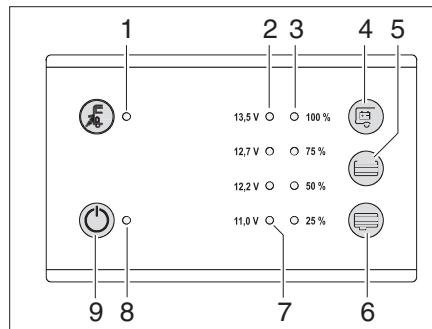

Fig. 78 Pannello di controllo LT 100
Il livello di riempimento del serbatoio dell'acqua può essere richiamato con il pulsante sensibile al tocco (Fig. 78,4).
- Toccare il pulsante sensibile al tocco (Fig. 78,5): il livello del serbatoio dell'acqua viene segnalato in quattro livelli dai LED (Fig. 78,3) (25 % ... 100 %).
Il livello di riempimento del serbatoio delle acque grigie può essere richiamato con il pulsante sensibile al tocco (Fig. 78,6).
- Toccare il pulsante sensibile al tocco (Fig. 78,6): il livello di riempimento del serbatoio delle acque grigie viene segnalato in quattro livelli dai LED (Fig. 78,3) (25 % ... 100 %).
Con il pulsante sensibile al tocco (Fig. 78,4) si può visualizzare il valore della tensione della batteria dell'abitacolo.
I LED di controllo (Fig. 78,2) indicano la tensione della batteria.
- LED rosso di avviso (Fig. 78,7) acceso: tensione della batteria maggiore di 11,0 V
Il LED rosso di avvertimento (Fig. 78,1) si illumina non appena la tensione della batteria dell'abitacolo scende al di sotto di 11 V (misurazione durante il normale esercizio) con conseguente rischio che la batteria si scarichi troppo.
L'interruttore principale a 12 V (Fig. 78,9) inserisce o disinserisce il pannello di controllo e l'alimentazione a 12 V dell'abitacolo.
*Accensione:* ■ Premere in alto l'interruttore a bilico (Fig. 78,9) "On": L'alimentazione a 12 V dell'abitacolo è inserita. La spia di controllo (Fig. 78,8) diventa verde.
*Spegnimento:* ■ Premere l'interruttore a bilico (Fig. 78,9) in basso "Off": L'alimentazione a 12 V dell'abitacolo è disinserita. La spia di controllo (Fig. 78,8) si spegne.
La spia di controllo a 12 V (Fig. 78,8) si accende non appena l'interruttore principale a 12 V (Fig. 78,9) viene inserito.
La spia di controllo gialla a 230 V (Fig. 78,1) si accende quando all'ingresso della centralina elettrica è presente una tensione di rete.